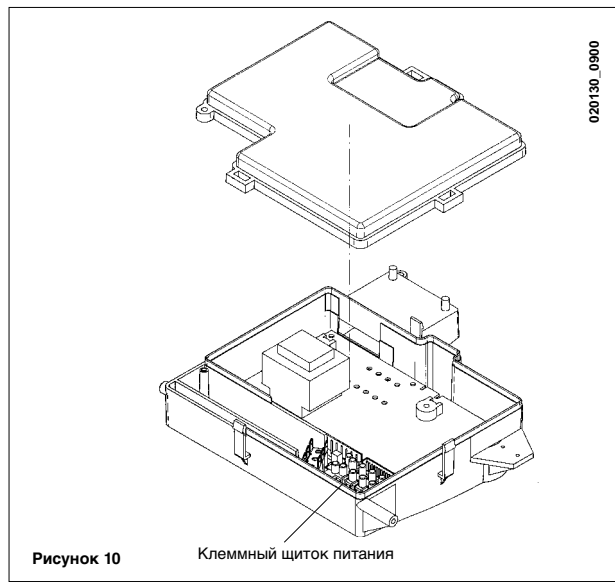

Рисунок 10
- Снять крышку, чтобы иметь доступ к соединительным зажимам (см. рис. 10).